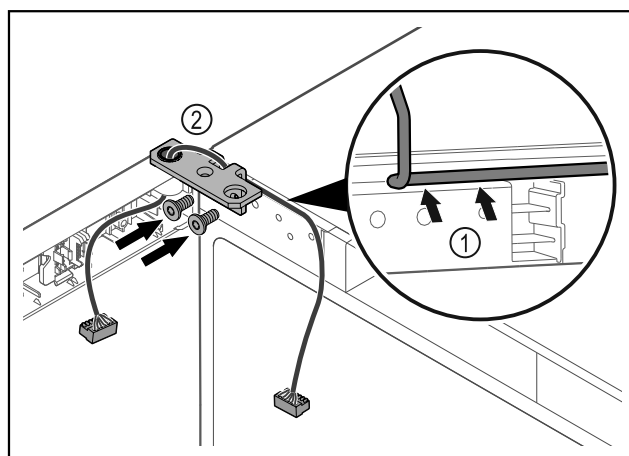

Fig. 63
- Vezesse át a kábelt a csuklópánton lévő nyíláson, majd óvatosan fektesse le Fig. 63 (1).
- Csavarozza fel a csuklópántot Fig. 63 (2).